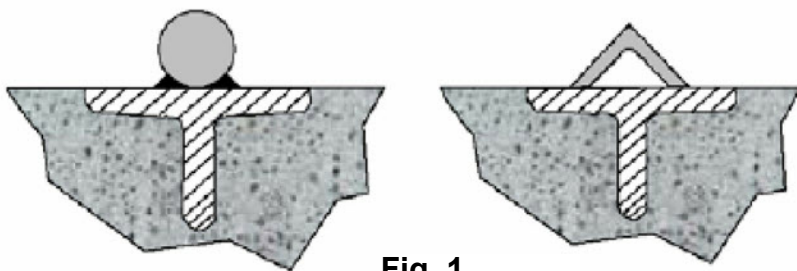
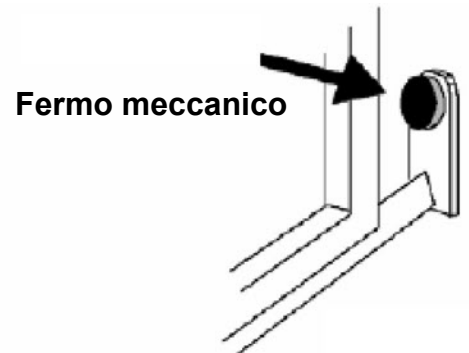
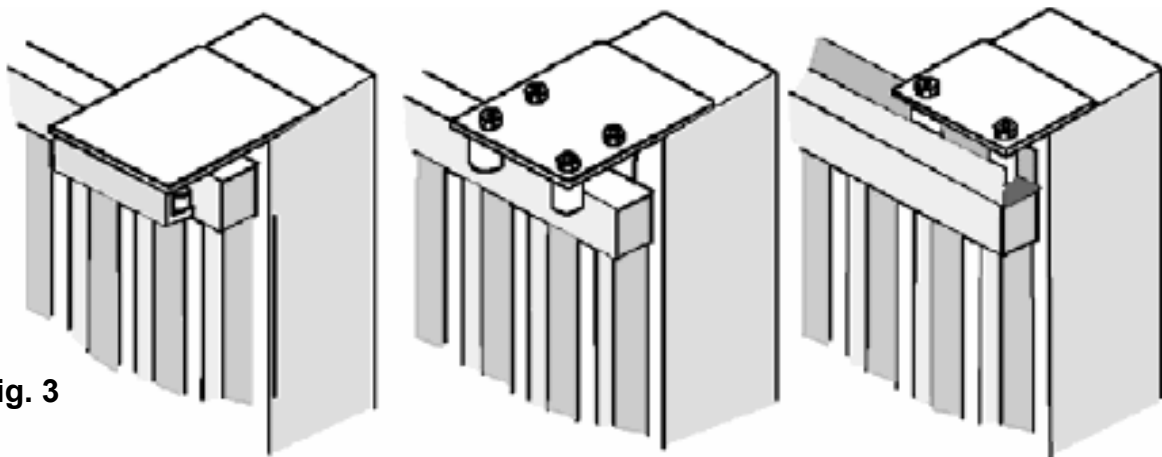

Fig. 1
Fig. 2
Fig. 3
- Prima di procedere al montaggio dell'automatismo, si verifichi che il cancello sia perfettamente funzionante, inoltre, è opportuno verificare che la guida di scorrimento a terra (**V. Fig. 1**) non presenti malformazioni, che sia perfettamente a livello e che sia presente il fermo meccanico in apertura (**V. Fig. 2**) al fine di evitare che il cancello esca fuori dalle guide superiori (**V. Fig. 3**)
- Verificare la guida di scorrimento superiore (**V. Fig. 3**) che sia ben salda e il cancello vi scorra liberamente.
Togliere il seeger ed estrarre l'ingranaggio dal motoriduttore, inserire la piastra e fissarla con le viti in dotazione (Fig. 1)
Fissare il motoriduttore utilizzando le asole presenti sulla piastra (Fig. 1)
Fissare la cremagliera sul cancello in modo saldo prevedendo una distanza da 2 a 3 mm dal pignone del motore (Fig.2).
I finecorsa si possono installare nella colonna o nella posizione desiderata a seconda delle esigenze e puo essere di tipo magnetico o elettromeccanico (non forniti con il motoriduttore) (Fig. 3)